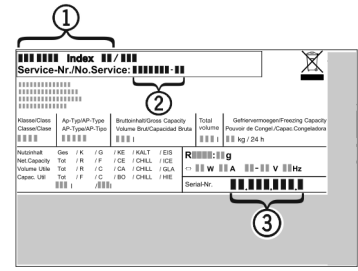

Fig. 10
- ▶ A készülék megnevezését Fig. 10 (1), a szerviz- Fig. 10 (2) és sorozatszámot Fig. 10 (3) a típus-tábláról olvassa le. A típustábla a készülék belsejében baloldalon található.
- ▶ Értesítse a vevőszolgálatot a hibáról, és adja meg nekik a készülék megnevezését Fig. 10 (1), a szerviz- Fig. 10 (2) és a sorozatszámot Fig. 10 (3).